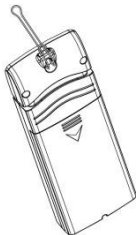

Abbildung 5
- Befestigen Sie den Fernsensor mit einer Schraube oder einem Nagel an der Wand, wie auf der linken Seite von Abbildung 5 dargestellt.
- Hängen Sie den Fernsensor mit einer Schnur auf, wie auf der rechten Seite von Abbildung 5 dargestellt.